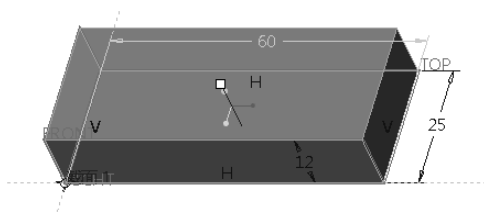

图 6-94 创建拉伸实体模型
2) 使用 （拉伸）按钮，创建图 6-94 所示的拉伸实体模型（长为“60”、宽为“25”，高为“12”）。